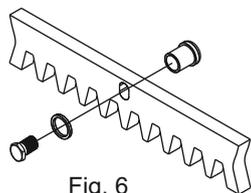

Fig. 6
5.2. Fixer à chaque élément de la crémaillère les cliquets de support à l'aide des vis de blocage qui doivent être positionnées sur la partie supérieure du trous oblong (Fig. 6);